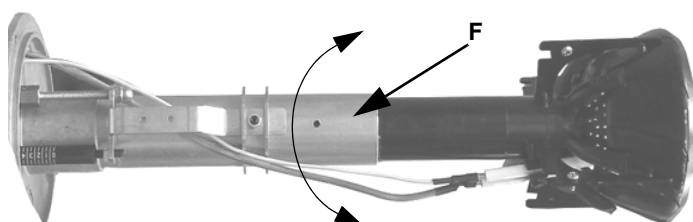
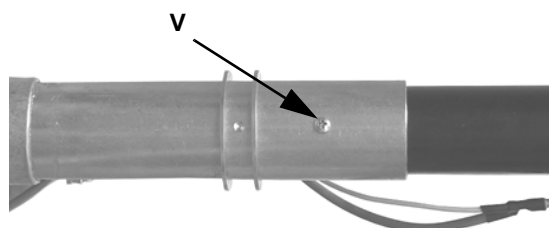

Fig. 18
Fig. 19
- 7 Aflojar el tornillo **V** que fija la cabeza de combustión al tubo cabeza, girar la cabeza 180° como se indica en la (Fig. 18), hasta encontrar el orificio **F**, y fijar nuevamente el tornillo **V** (Fig. 18 Fig. 18 - Fig. 19 Fig. 19).